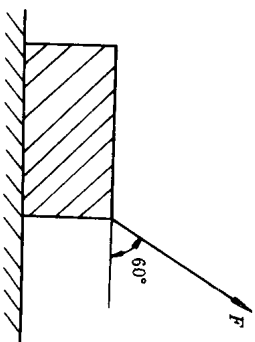

图 1-2
7. 如图 1-2 所示, 人拉物体沿水平地面前进 20m, 拉力 F 为 60N, 与水平方向成 60° 角, 物重为 200N, 人对物体做的功是 ()。